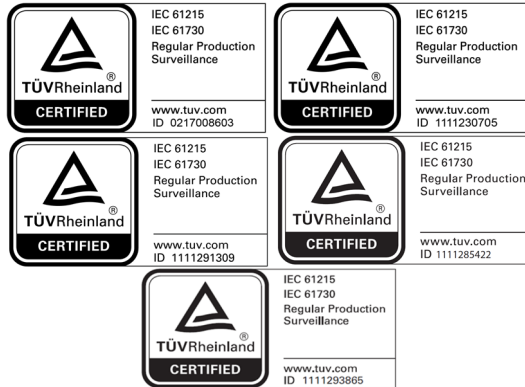

Figura 1
Este manual proporciona instrucciones de seguridad e instalación de los módulos fotovoltaicos (FV) Maxeon con registro IEC/TUV cuya etiqueta de producto muestra el logotipo TUV (figura 1).